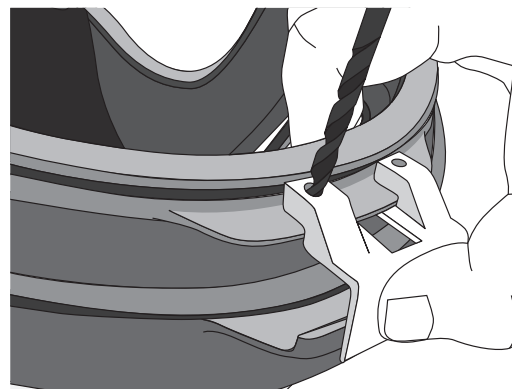

Fig. 3
5. Com a outra mão, alinhe a broca com os orifícios descritos no gabarito, conforme mostrado na Fig. 3.